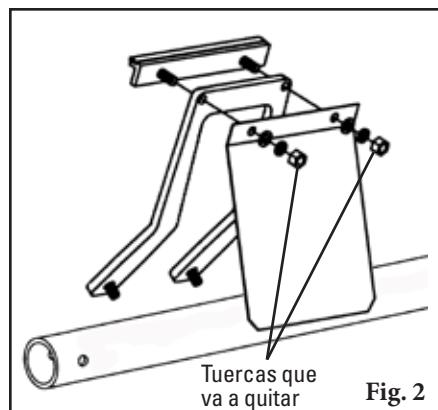

Fig. 2
2. Reemplace las hojas desgastadas. Retire las tuercas en cada hoja y quite las hojas del amortiguador (Fig. 2). Limpie todo el material que se filtra del eje.